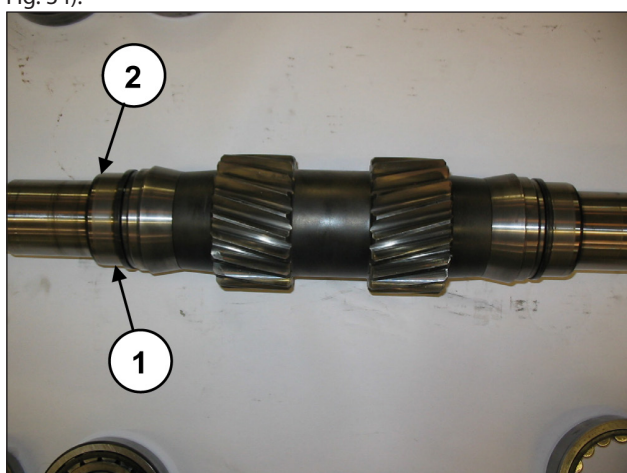

Fig. 34
Retire os anéis internos dos rolamentos do eixo PTO (pos. ①, Fig. 34) e os dois espaçadores do rolamento interno (pos. ②, Fig. 34).